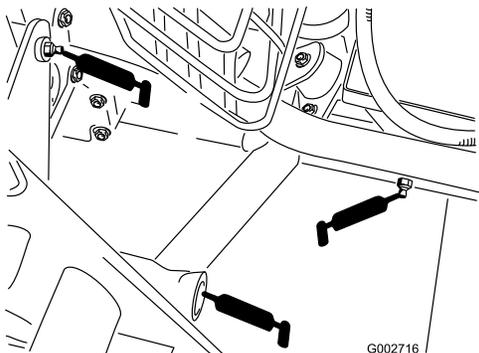

Figure 22
- Attelage arrière (5) (Figure 22)